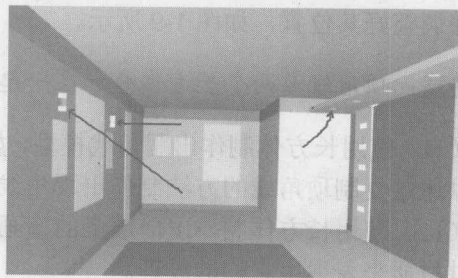

图 1-15 创建的筒灯效果
(16) 使用圆柱体制作出顶上的筒灯造型，效果如图 1-15 所示。